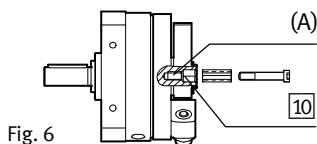

Fig. 6
5. Убедитесь в том, что второй выходной вал надежно зафиксирован во внутреннем шестиграннике  $\text{10}$  (Fig. 6). Для этого служит резьба (A) в основании внутреннего шестигранника. В этом случае может быть установлен крепежный винт. Второй выходной вал должен иметь для этого соответствующее отверстие.